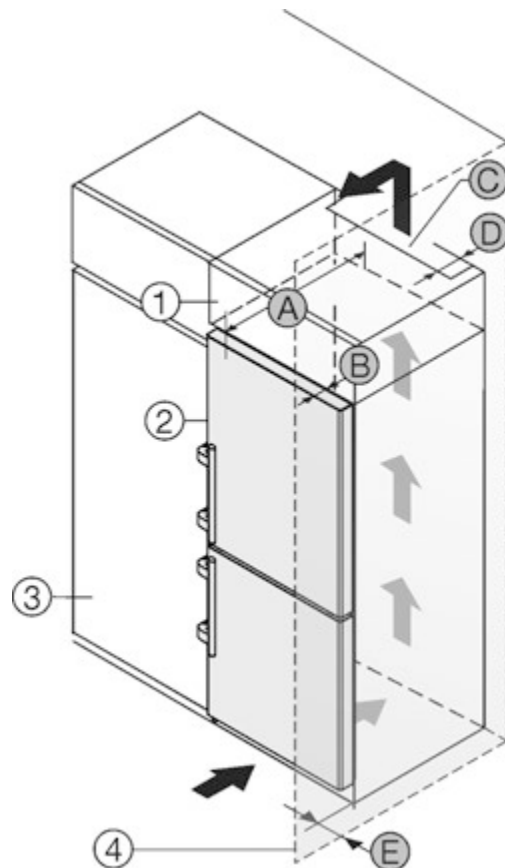

Fig. 2
Ви можете встановити пристрій безпосередньо поряд із кухонною шафою *Fig. 2 (3)*.*
Зі зворотного боку шафи для встановлення на пристрої слід передбачити вентиляційну шафу завглибшки *Fig. 2 (D)* на всю ширину цієї шафи.*
Слід дотримуватись вентиляційного отвору *Fig. 2 (C)* в стелі приміщення.*
Якщо пристрій із шарнірами встановлюється поряд зі стіною *Fig. 2 (4)*, відстань між пристроєм та стіною повинна бути не менше 57 мм. Це відповідає необхідній відстані для ручки після відкривання дверцят.*
Щоб мати можливість повністю відкривати дверцята, потрібно, щоб пристрій виступав на відстань глибини дверцят *Fig. 2 (B)* відносно передньої панелі кухонної шафи. Залежно від глибини кухонних шаф *Fig. 2 (3)* та використання пристінних розпірок пристрій може ще більше виступати вперед.*